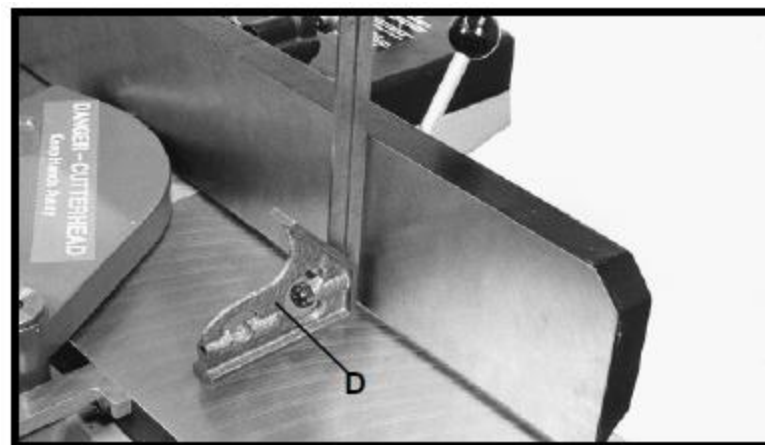

Рис. 31
2. Угольником (D), рис. 31, проверить положение параллельного упора под углом 90° к столу, как показано на рисунке.